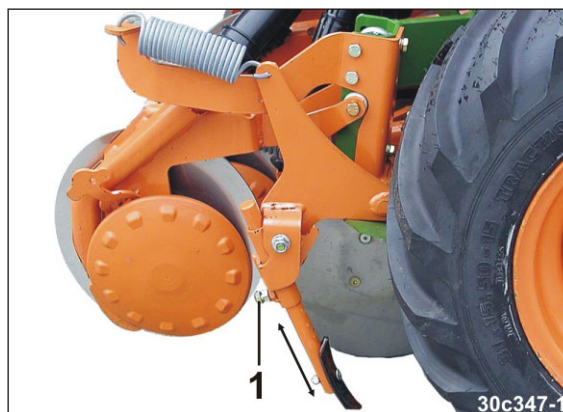

Fig. 182
- 1.1 Die Schraube (Fig. 182/1) lösen.